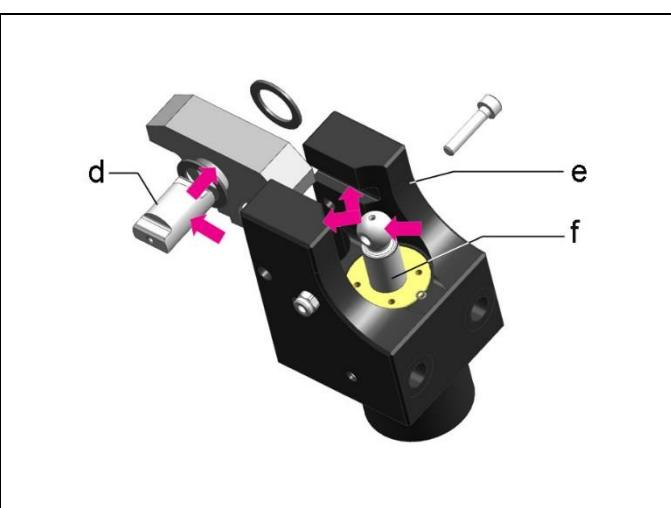

Fig. 8: Engrasar la brida de sujeción desplazable articulada
3. Engrasar con RENOLITZ HLT 2 las zonas marcadas (Fig. 8). Engrasar la brida de sujeción desplazable articulada) de la palanca de sujeción (**c**), el perno deslizante (**d**), el cuerpo (**e**) y el pistón (**f**).